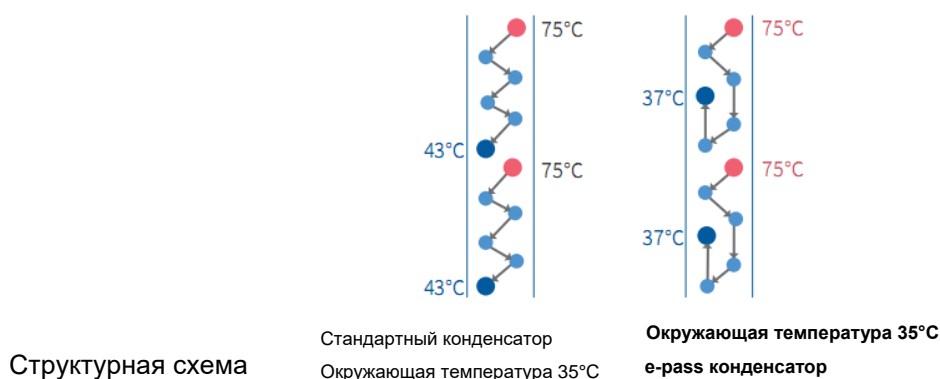

Рис.1.10
- Необходимое переохлаждение жидкого хладагента обеспечивается за счет конструкции теплообменника наружного блока (конструкция pass) с оптимизированным движением потока хладагента (рис.1.10). За счет этого хладагент переохлаждается на 12°C.